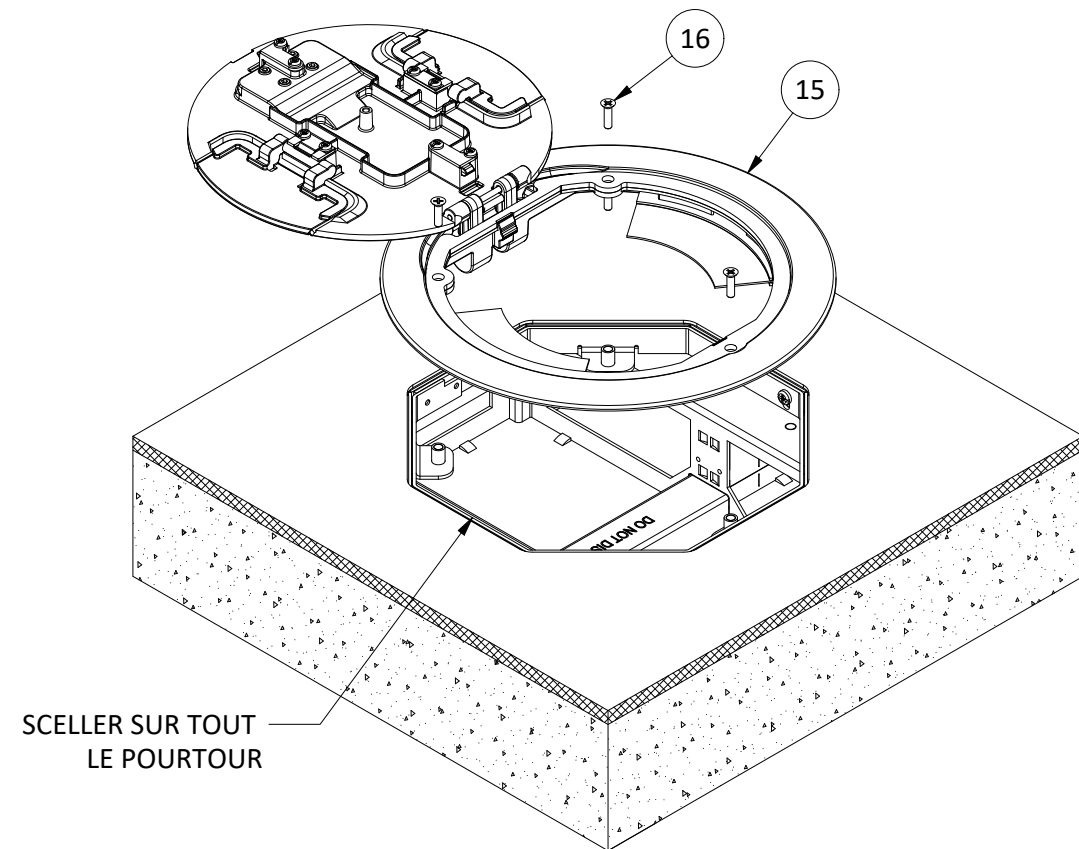

FIGURE 5
20. Obturer le jeu autour du collier de soutien du couvercle [12] avec un cordon continu de silicone de type RTV pour applications électriques (CONSULTER LA FIGURE 5).